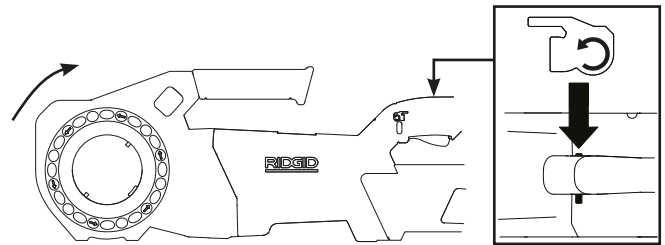

Figure 5A – Inverseur en position « Marche Avant » (sens horaire)
• Mettez l'inverseur en position « Marche Avant », puis appuyez momentanément sur la gâchette. Vérifiez que le système d'entraînement tourne bien dans le sens indiqué à la Figure 5A et qu'il s'arrête dès que vous lâchez la gâchette.